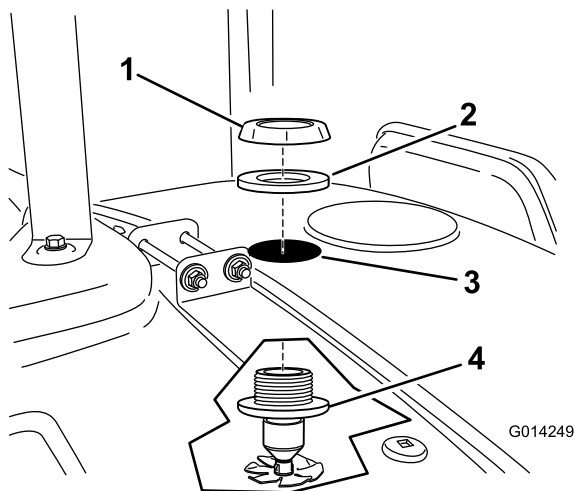

Рисунок 17
7. Установите сопло в сборе в просверленное отверстие (Рисунок 17).
8. Установите прокладку и пластиковую гайку с фланцем на открытую резьбу переходного штуцера на поверхности бака (Рисунок 17). Убедитесь в герметичности уплотнения между пластиковой гайкой и поверхностью бака.